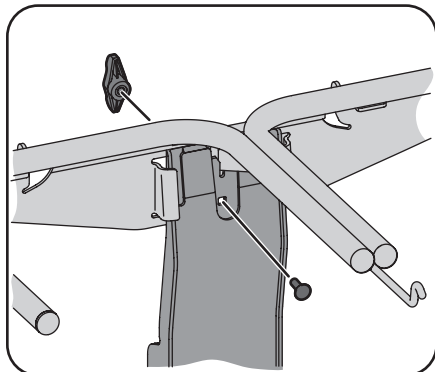

Figure 4-1
1. Fixez le support des sacs collecteurs au support vertical avec un boulon de carrosserie (710-0276) et un écrou papillon (710-04122) de l'ensemble de quincaillerie 689-00579. Voir Figure 4-1.